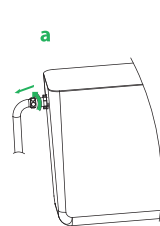

Рис. 5 / 5-сур.
2. Открутить шланг подводки воды (рис. 5а) и руками (или с помощью пинцета) извлечь фильтр-вставку из корпуса впускного клапана (рис. 5б).
3. Промыть фильтр (рис. 5в).
4. Собрать все в обратной последовательности (рис. 5г, д).
| Медленное наполнение или непоступление воды в бачок унитаза. | 1. Засорение фильтра.2. Перегиб гибкой подводки.3. Непоступление воды из центрального водопровода. | 1. Отвернуть шланг подводки воды, извлечь фильтр (рис. 5) и промыть.2. Устранить перегиб.3. Проверить положение крана (откр./закр.) либо наличие воды в центральном водопроводе. |